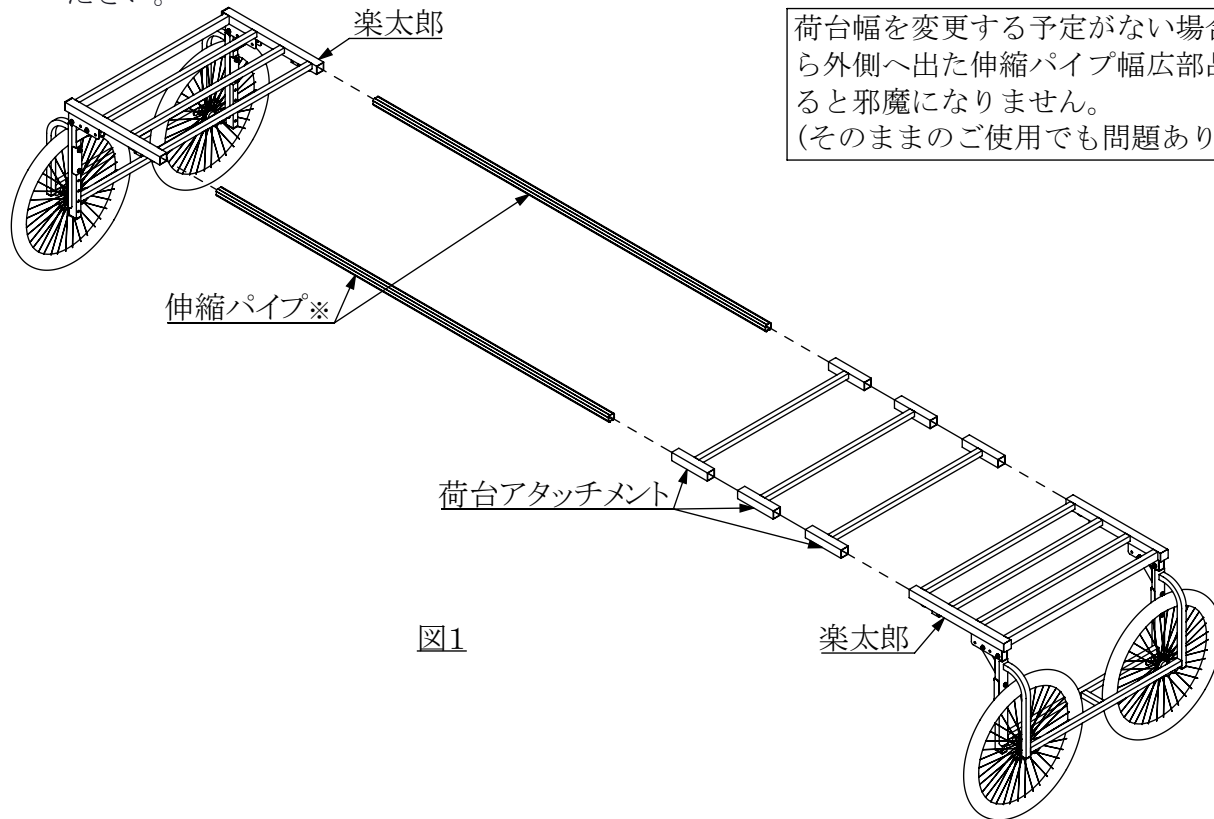

図1
- ・図1 (図はRA-200を表しています) を参考に組立済み楽太郎の伸縮パイプを幅広部品に交換してください。